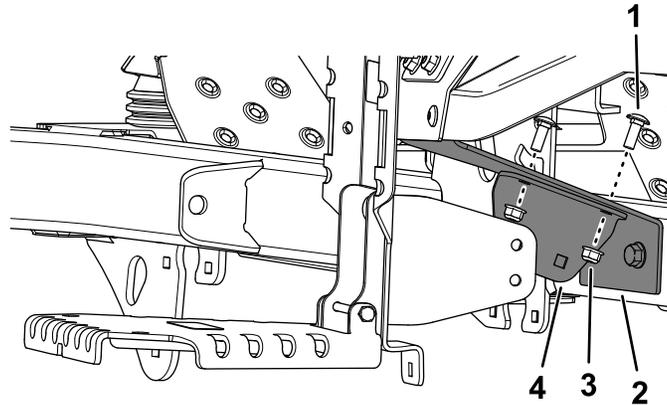

Figura 7
3. Sujete el soporte interior al soporte del módulo con 2 pernos de cuello cuadrado (5/16" x 7/8") y 2 tuercas (5/16"), como se muestra en la Figura 7.